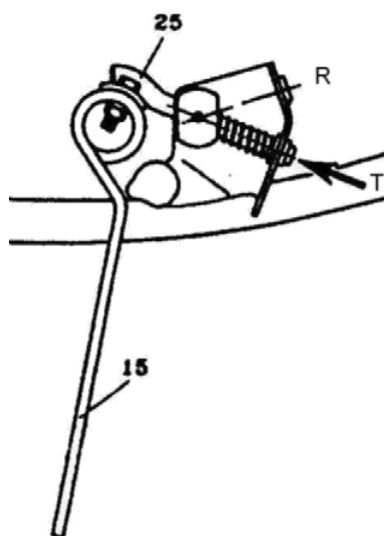

Fig. 14 - Tanden instellen voor schudden
- Plaats alle tanden in de schudstand (Fig. 14).
- het tussenframe (2) en het hoofdframe (3)
- rotor (6) en (7)
- harktanden (15) (Fig. 14 en 16) en de tandhouders